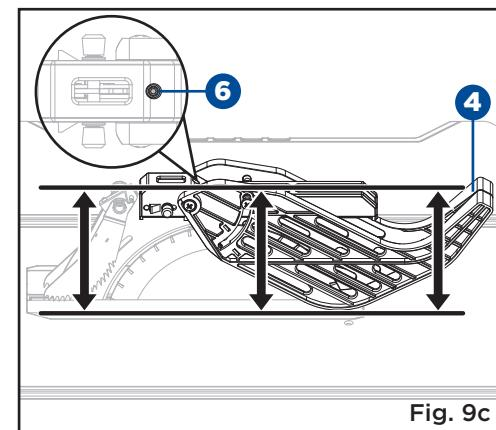

Fig. 9c
- Si le protège-lame n'est pas parallèle à la table lorsque le couteau séparateur est dans la position la plus haute (coupes traversantes), réglez la vis de réglage (6) si nécessaire. (Fig. 9c)